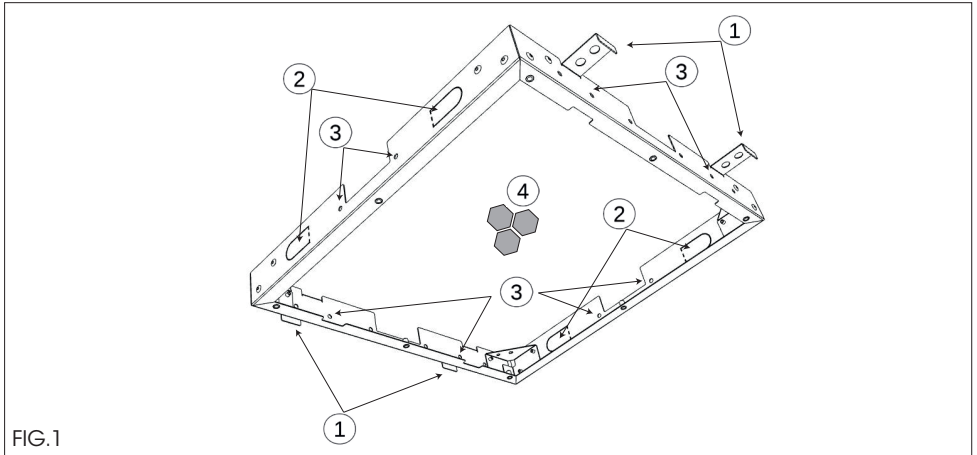
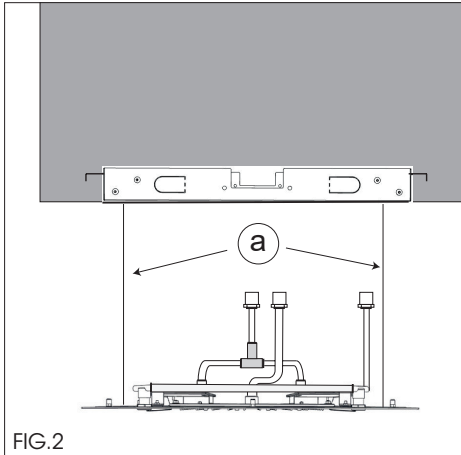
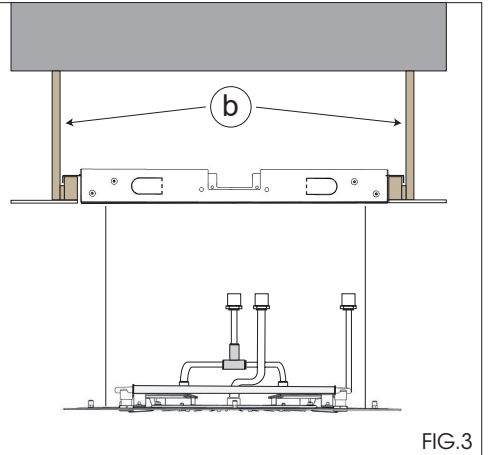

FIG.1
FIG.2
FIG.3
Per una corretta installazione del soffione multifunzione (fig.1) è necessario fissare saldamente il telaio di sostegno alla struttura del soffitto (od eventualmente al telaio del controsoffitto) per mezzo delle alette di fissaggio (1) o con viti autofilettanti passanti nei fori (3). Se possibile utilizzare anche le staffe di fissaggio (2) per migliorare il bloccaggio. Un corretto posizionamento del telaio di sostegno prevede le uscite dell'acqua (da una a tre in funzione delle varie opzioni disponibili) in posizione centrale e l'allineamento del bordo inferiore del telaio con la superficie esterna del soffitto (fig.2).
For a correct installation of the multifunctional showerhead (fig.1), is necessary to securely fix the support frame to the ceiling frame (or to the false ceiling frame) through the fins (1) or through set screw in the slots. (3). If it is possible use also fixing bars (2) for a proper locking. For a correct placement of frame, the water system 1 or 3 pipes depending on the different options available) must be at the center of the frame, and the lower edge of the frame must be aligned with the external surface of the ceiling (fig.2).
Pour une installation correcte de la pomme douche multifonction (fig.1) fixer fermement le châssis de soutien à la structure du plafond (ou éventuellement au châssis du faux plafond) avec les ailettes de fixation (1) ou avec les vis à auto-taraudage passant dans les trous (3). Si possible utiliser également les étriers de fixation (2) pour améliorer le blocage. Un positionnement du châssis de soutien correct envisage les sorties de l'eau (de une à trois en fonction des différentes options disponibles) en position centrale et l'alignement du bord inférieur du châssis avec la surface extérieure du plafond (fig.2).
Für eine korrekte Installation vom Multifunktionsduschkopf (Abb.1) muss man den Stützrahmen mittels der Befestigungsösen (1) oder mit selbstschneidenden Schrauben, welche in die Bohrungen eingeführt werden (3) sicher an der Deckenstruktur (oder gegebenenfalls am Rahmen der Zwischendecke) befestigen. Wenn möglich, für eine noch bessere Blockierung, auch die Befestigungsbügel verwenden (2). Eine korrekte Positionierung vom Stützrahmen sieht die Wasserausgänge (ein bis drei Ausgänge, in Abhängigkeit der zur Verfügung stehenden unterschiedlichen Ausführungen) in zentraler Position vor und die Ausrichtung des unteren Rahmenrandes mit der externen Oberfläche der Decke (Abb.2).
Para una correcta instalación del rociador multifunción (fig.1) es necesario fijar fuertemente el bastidor de soporte en la estructura del techo (o eventualmente en el bastidor del falso techo) con el auxilio de las aletas de fijación (1) o de tornillos de autoenroscado, pasantes en los agujeros (3). Si posible, utilizar también las bridas de fijación (2) para mejorar la estabilidad. Un correcto posicionamiento del bastidor de soporte prevé las salidas del agua (de una a tres, según las opciones disponibles) en posición central y la alineación del borde inferior del bastidor con la superficie externa del techo (fig.2).
Prima di agganciare il corpo soffione al telaio di supporto assicurare il soffione al telaio per mezzo di cavi di sicurezza Fig.2 (a); se il telaio fosse agganciato al controsoffitto Fig.3, per maggiore sicurezza e stabilità assicurare anche il telaio a dei ganci di sicurezza (b - **non forniti**) al soffitto in muratura.
Before coupling the showerhead with the frame, hook the safety wires Fig.2 (a). For higher security, if the frame is hooked to the false ceiling Fig.3, fix the frame to the masonry ceiling (b - **not provided**) with safety hooks.
Avant d'accrocher le corps pomme douche au châssis de soutien fixer la pomme douche au châssis avec des câbles de sécurité Fig.2 (a) ; si le châssis est accroché au faux plafond Fig.3 pour davantage de sécurité et stabilité fixer également le châssis à des crochets de sécurité (b - **non fournis**) au plafond en maçonnerie.
Bevor man den Duschkopf im Stützrahmen einhakt, muss der Duschkopf mittels der Sicherheitskabel Abb.2 (a) am Rahmen gesichert werden; Sollte der Rahmen in einer Zwischendecke eingehakt sein Abb.3, muss auch der Rahmen, zwecks größerer Sicherheit und Stabilität unter Verwendung von Sicherheitshaken (b - **nicht im Lieferumfang enthalten**) an der Decke aus Mauerwerk gesichert werden.
Antes de enganchar el cuerpo del rociador en el bastidor de soporte, fijen el rociador en el bastidor con el auxilio de cables de seguridad Fig.2 (a); en el caso de que el bastidor esté enganchado en el falso techo Fig.3, para garantizar una mayor seguridad y estabilidad, fijen también el bastidor con el auxilio de unos ganchos de seguridad (b - **no incluidos en el suministro**) en el techo de mampostería.